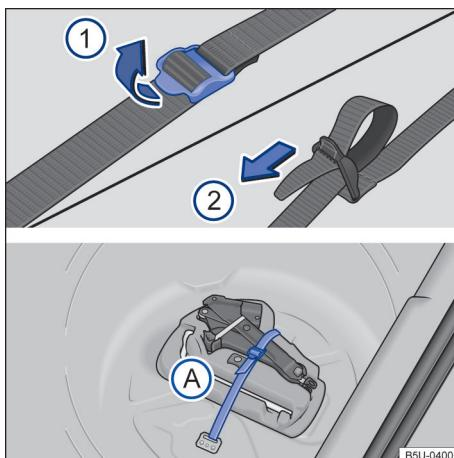

Fig. 103 No compartimento de bagagem: cinta de fixação da caixa de ferramentas e caixa de ferramentas de bordo.
Para soltar a cinta de fixação → Fig. 103 (A), puxar a fivela no sentido da seta (1).